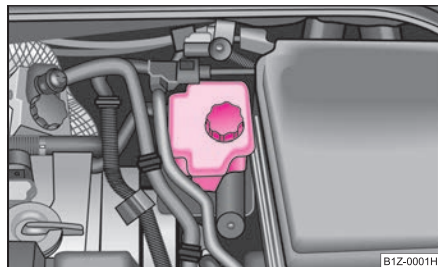

Fig. 200 Compartimento motor: Depósito del líquido de frenos
- Verifique el nivel de líquido de frenos en el depósito ⇒ **fig. 200**. El nivel debe encontrarse entre las marcas "MIN" y "MAX".